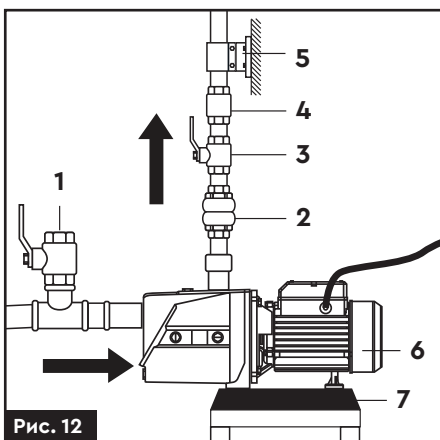

Рис. 12
4. Для полегшення проведення робіт по технічному обслуговуванню насоса, рекомендується на напірному трубопроводі встановити кульбовий кран (3) (рис. 12), а також зворотний
клапан (4) (рис. 12) між краном і напірним трубопроводом насоса.
5. При стаціонарному використанні насоса, рекомендується закріпити його на опорній поверхні з використанням гумових прокладок (7) (рис. 12) або інших антивібраційних матеріалів.
- Для зниження вібраційного шуму, з'єднання з жорсткими трубопроводами треба здійснювати за допомогою компенсаторів (2) (рис. 12) або гнучких труб.
- Для зниження шуму рекомендується встановити на напірному трубопроводі опору (5) (рис. 12).